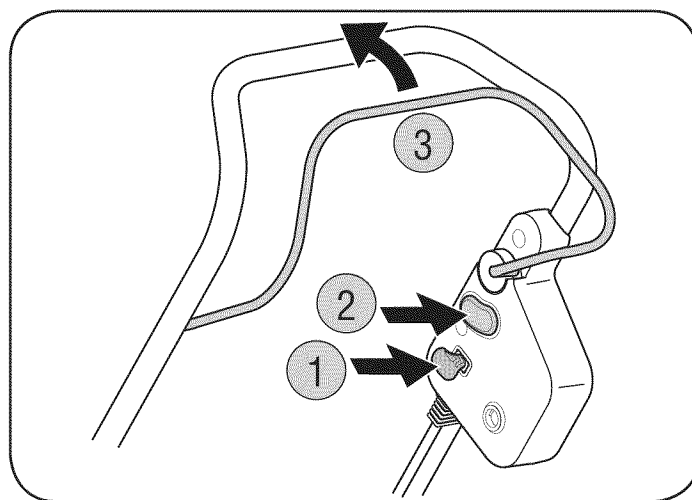

Figura 9
1. Inserte la llave. Consulte la Figura 9.